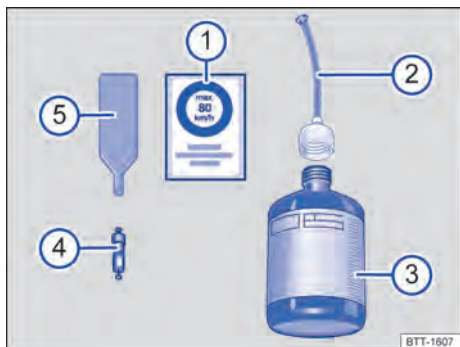

Fig. 262 Representação esquemática: componentes do kit de reparo dos pneus.
O kit de reparo dos pneus é composto pelos seguintes componentes → Fig. 262:
- ① Etiqueta adesiva com a indicação de velocidade "máx. 80 km/h" ou "máx. 50 mph"
- ② Mangueira de enchimento com bocal.
- ③ Garrafa de enchimento dos pneus.
- ④ Elemento da válvula de reposição.
- ⑤ Chave para remoção do elemento da válvula.
A chave para remoção do elemento da válvula → Fig. 262 ⑤ possui uma fenda na extremidade inferior, na qual se ajusta o elemento da válvula. Somente assim é possível remover e reinstalar o elemento da válvula do pneu. Isto também é válido para o elemento da válvula de reposição ④.
- Com a chave para remoção do elemento da válvula → Fig. 262 ⑤, desenroscar o elemento da válvula da válvula do pneu e colocá-lo sobre uma superfície limpa.
- Agite vigorosamente a garrafa de enchimento dos pneus algumas vezes → Fig. 262 ③.
- Rosquear a mangueira de enchimento → Fig. 262 ② com firmeza no sentido horário sobre a garrafa para enchimento dos pneus. A película na tampa é perfurada automaticamente.
- Remover o bujão da mangueira de enchimento → Fig. 262 ② e introduzir totalmente a extremidade aberta na válvula do pneu.
- Rosquear novamente o elemento da válvula com a chave para remoção do elemento da válvula → Fig. 262 ⑤ na válvula do pneu.